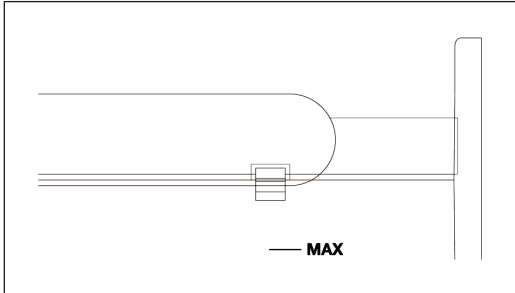

Abbildung 2
- Der Wasserstand muss sich unterhalb der MAX-Markierung befinden (siehe Abbildung 2). Achten Sie darauf, dass der Schwimmer hoch genug steht, um die Pumpe zu aktivieren.